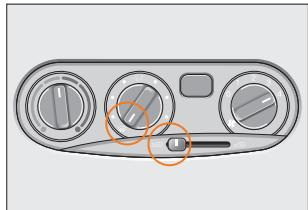

Рис. 57. Вентиляция салона
**Вентиляция салона (рис. 57).** В крайнем левом положении  рычага управления заслонкой наружный воздух поступает в салон автомобиля: